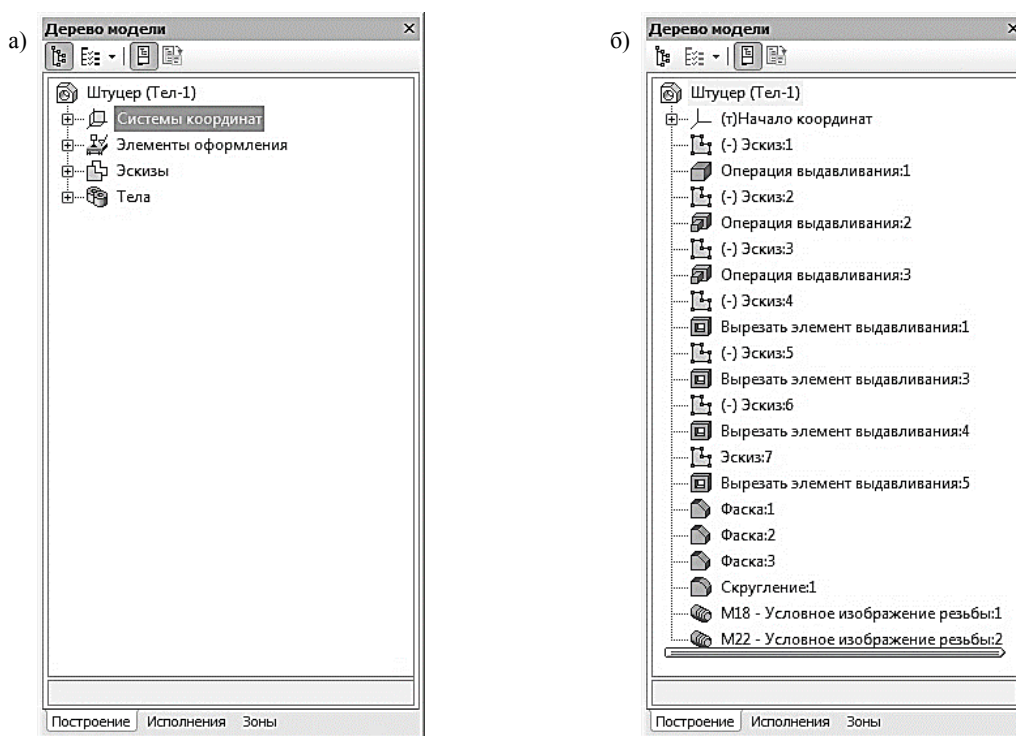

Рис. 158. Дерево модели с различными способами представления информации
1. структуру модели (рис. 158, а), когда объекты группируются по типам, образуя разделы, внутри которых они располагаются в порядке их создания;
2. последовательность построения модели (рис. 158, б), когда объекты модели группируются не по разделам, а показываются просто в порядке создания;